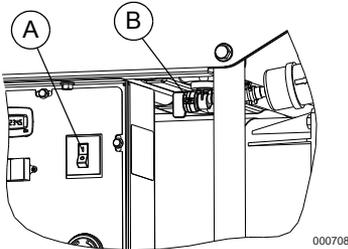
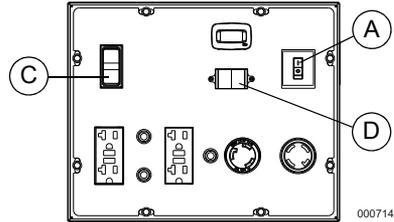

Figura 3-2. Interruptor del disyuntor principal y válvula de apertura/corte de combustible
Figura 3-4. Interruptor Run/Stop del motor
3. Apague el disyuntor principal (A). Consulte la Figura 3-2.
4. Abra la válvula de combustible (B). Consulte la Figura 3-2.
6. Consulte la Figura 3-4. Presione el interruptor Run/Stop (Funcionamiento/Parada) del motor del panel de control hasta Run (C).
1. Deje que el motor funcione durante al menos 10 segundos y luego encienda el disyuntor principal (A). Consulte la Figura 3-2 o Figura 3-4.
2. Seleccione la clasificación de voltaje con el selector de voltaje (D). Consulte la Figura 3-4.
1. Apague el interruptor del disyuntor principal (A). Consulte la Figura 3-2 o Figura 3-4.
4. Abra la válvula de combustible (A). Consulte la Figura 3-2.
arranque. Consulte la Figura 3-4. Suelte el interruptor de arranque del motor si este no arranca dentro de 5 segundos. Si el motor no arranca dentro de 5 segundos, revise nuevamente el procedimiento de arranque antes de intentar el arranque. Si el problema continúa, consulte Solución de problemas.